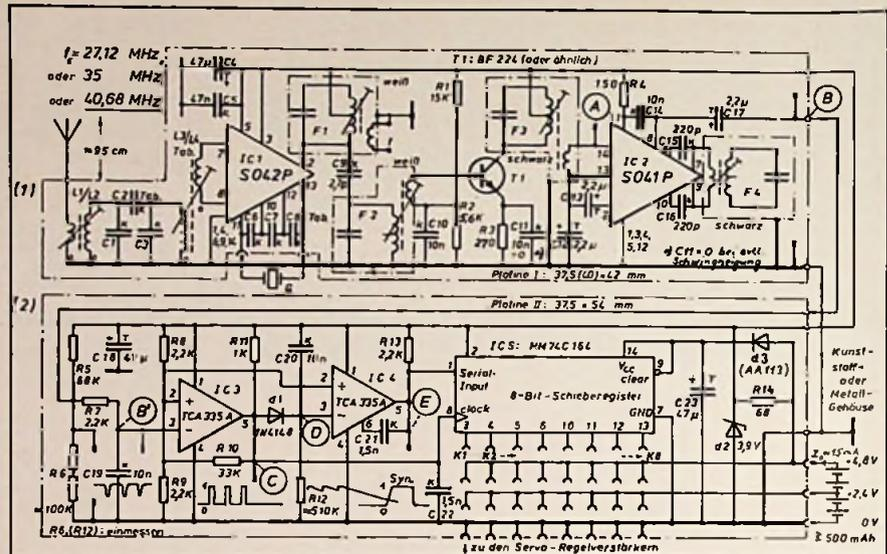

Bild 6. Schaltung des Empfängers (I) und des Decodlers (II)
Der Überlagerungsempfänger (Bild 6 rechts) ist mit den integrierten Siemens-Bausteinen SO42P (Mischer) und SO41P (FM-ZF-Verstärker mit Demodulator) aufgebaut und in seiner Schaltung damit weitgehend festgelegt [1]. Wie bei Fernsteuerempfängern wegen der Schmalbandigkeit der zur Verfügung stehenden Frequenzbänder möglich, sollen vom Eingangsfilter ohne Nachstimmen alle wegen Wechsel der Empfängerquarze in Frage kommenden Senderfrequenzen durchgelassen werden. Andererseits soll eine genügend große Weitabselektion erreicht werden (Bild 7).
Um bei der FM-Demodulation nach dem Verfahren der Phasen- oder Quadratmodulation [3] aus einem kleinen Frequenzhub eine möglichst große NF-Amplitude zu gewinnen, wurde die Schwingkreisgüte des verwendeten ZF-Filters F4 durch Widerstandstransformierung gegenüber dem Direktanschluß [1] erhöht. Damit konnte eine NF-Amplitude von 0,6 V bei \approx 4,2 kHz Frequenzhub erreicht werden. Für den Abgleich des Empfängers sind die Meßpunkte A und B (Bild 6 und 11) durch Stiftle herausgeführt.
Der Sender erhält durch die positiven Austastimpulse des Modulators impulsförmige Frequenzerhöhungen. Diese führen am NF-Ausgang B des FM-Empfängers wegen der IC-Eigenschaften zu negativen Impulsen (U_B in Bild 9a), weil die Senderfrequenz f_S größer als die Empfängerfrequenz f_E ist $f_{ZF} = f_S - f_E$, andernfalls ergäbe sich eine Signalumkehrung. Die Impulse werden über C17 und einen Tiefpaß (R7, C19) dem mit dem Operationsverstärker IC3 (Bild 6 unten realisierten Schmitt-Trigger zugeführt, um sie in Rechteckimpulse (U_C) umzuformen. Damit kann das Zeitmultiplexsignal im nachfolgenden Schieberegister als Taktsignal weiterverarbeitet werden.
2. Tiefpaß- und Hysteresisverhalten von IC 3 wirken bei eingeschaltetem Sender entstörend, so daß auch in größeren Entfernungen stark verrauschte und mit Störimpulsen überlagerte NF-Signale in weiten Grenzen einwandfrei ausgewertet werden (siehe dazu Eingangsspannung U_B und die zugehörige Ausgangsspannung U_C in Bild 9 c). Nach bekanntem Verfahren wird aus der gesendeten Pausenzeit t_p des Zeitmultiplexsignals (U_C in Bild 9a) ein Synchronisationsimpuls (U_E) erzeugt. Kondensator C 20 wird nicht mehr in kurzer Zeitfolge durch die Austastimpulse über D 1 (Bild 6) entladen, sondern bei deren Fehlen soweit über R 12 wieder geladen, bis das Potential U_D die am Eingang 2 des Operationsverstärkers IC 4 eingestellte Ansprechgrenze unterschreitet. Der dabei entstehende positive Synchronisationsimpuls U_E (Zustand „High“) liegt am „Serial“-Eingang des 8-Bit-Schieberegisters MM74C164 und wird bei positiver Flanke des ersten Taktimpulses